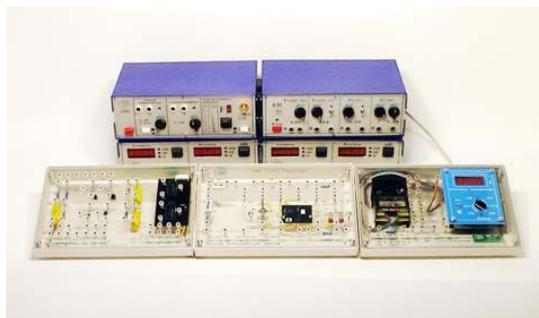

Рис. 4
Экспериментальные исследования производятся с помощью модульного учебного комплекса МУК-ФОЭ1 рис. 4. Для получения вольт-амперной характеристики тиристора используется электрическая схема, представленная на рис 5.
Все измерения производится с помощью амперметра-вольтметра АВ1. При включении амперметра в анодную цепь рекомендуется соблюдать полярность, указанную на схеме рис. 4. Такое включение позволяет при измерении малых токов существенно уменьшить сетевую наводку на электрическую цепь. При этом необходимо знак тока в результате измерений изменить на противоположный.
1. Соберите электрическую схему рис. 4. На этой схеме красным цветом выделены проводники с наконечниками Ш4-Ш1.6, а синим - с наконечниками Ш1.6-Ш1.6.